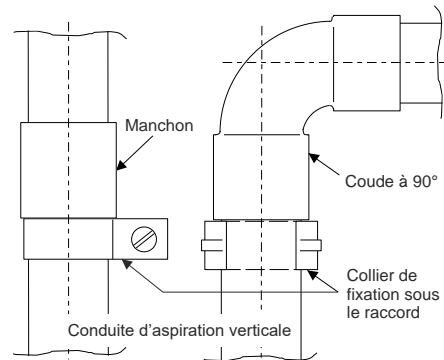

Fig. 35 Conduite d'aspiration verticale
- En cas de pose verticale de la conduite d'aspiration ou de parties de celle-ci (p. ex., conduite montante), s'assurer que les tubes ne peuvent pas glisser vers le bas (placer des colliers de fixation directement sous les raccords, voir Fig. 35).